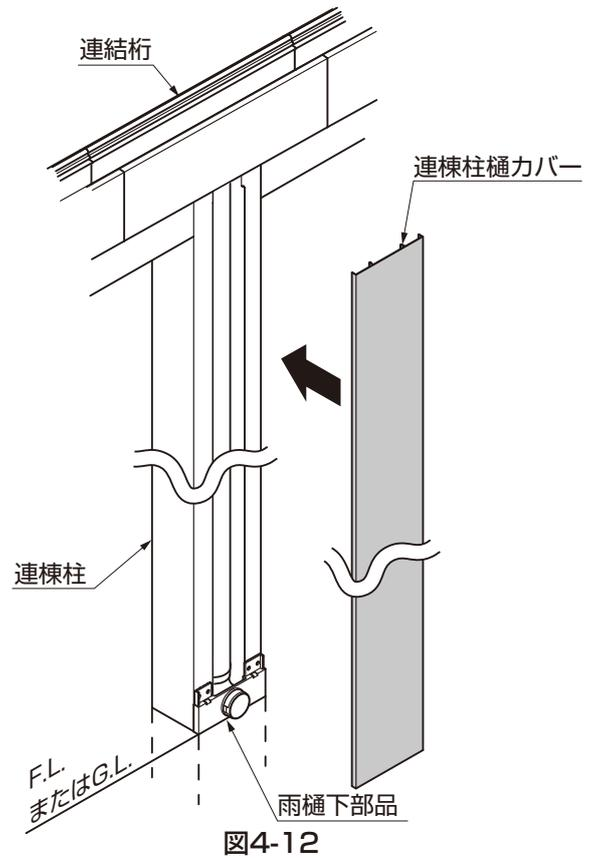

図4-12
- ⑥A寸法に切断した連棟柱樋カバーを連棟柱または柱(エクシオールプラス用)にはめ込んでください。(図4-12参照)